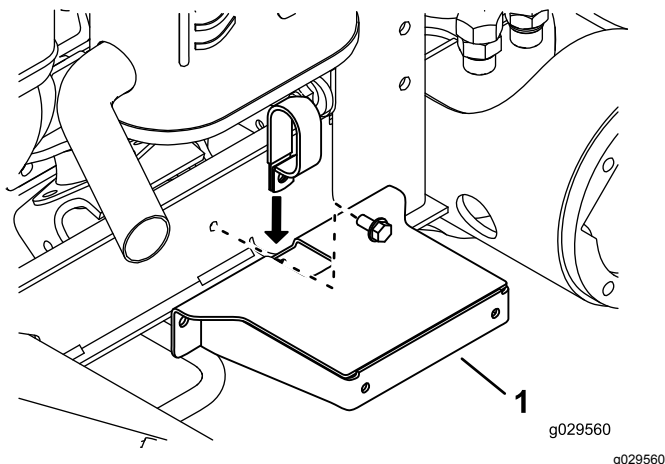

Bild 33
5. Stecken Sie das untere Ende der Schlauchklemme durch den Schlitz oben an der Kotflügelbefestigung (Bild 33).
11. Befestigen Sie die Schlauchklemme und die Kotflügelbefestigung lose mit der Schlauchklemmenschraube und der Mutter am Rahmenkanal (siehe Bild 33).